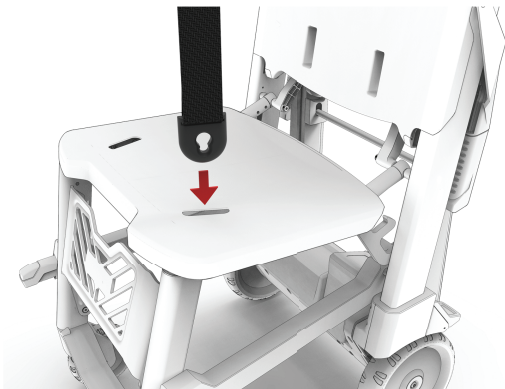
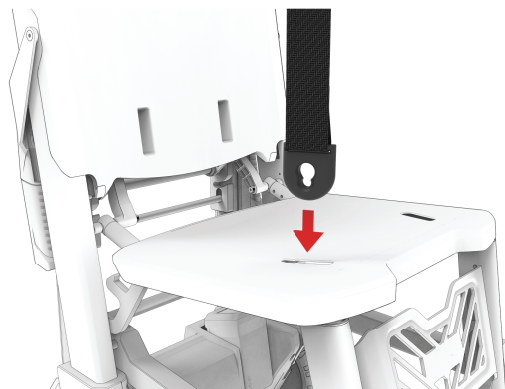

Abbildung 16 – Sitzklemme, linke Patientenseite
Abbildung 17 – Sitzklemme, rechte Patientenseite
1. Beim Haltegurt auf der rechten Patientenseite die Sitzklemme auf der rechten Patientenseite durch das Loch in der Sitzschale auf der rechten Patientenseite einführen (Abbildung 16 und Abbildung 17).